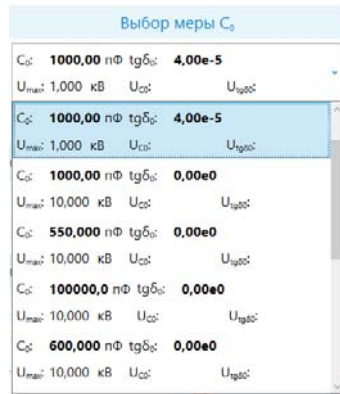

Рисунок 6.6
– При вводе паспортных данных эталонного конденсатора: можно использовать ранее введенные значения, для этого следует нажать в поле 12, рис.6.2 стрелку выпадающего списка и в списке (рисунок 6.6) выбрать необходимое значение. Из списка могут быть удалены ненужные значения. Для удаления следует выбрать параметры удаляемой меры и нажать кнопку «удалить меру» (рис.6.2, поз.14).